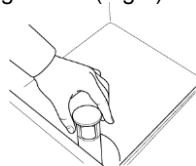

Fig.9
- 1- Ouvrir la porte et vérifier que toutes les composant, trop-plein inclus, soient dans leur logement. (Fig.9)